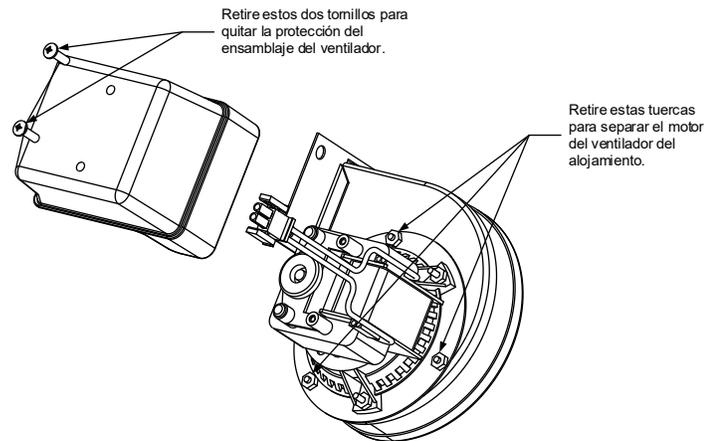

Figura 9
2. Retire la protección del motor del ventilador y sepárelo de la carcasa como se muestra en la siguiente ilustración (consulte la Figura 9).